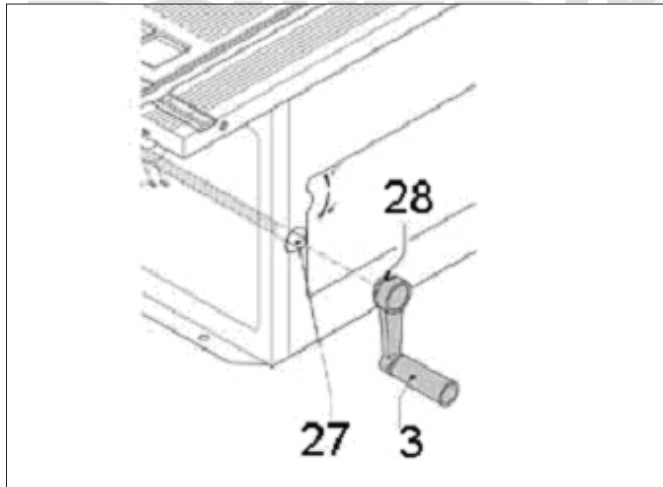

Abbildung 6
Bringen sie den Handgriff zu Einstellung des Gehrungswinkels (3) an der Achse (27) an, und schrauben Sie ihn wie in Abbildung 6 gezeigt mit der Schraube (28) fest.